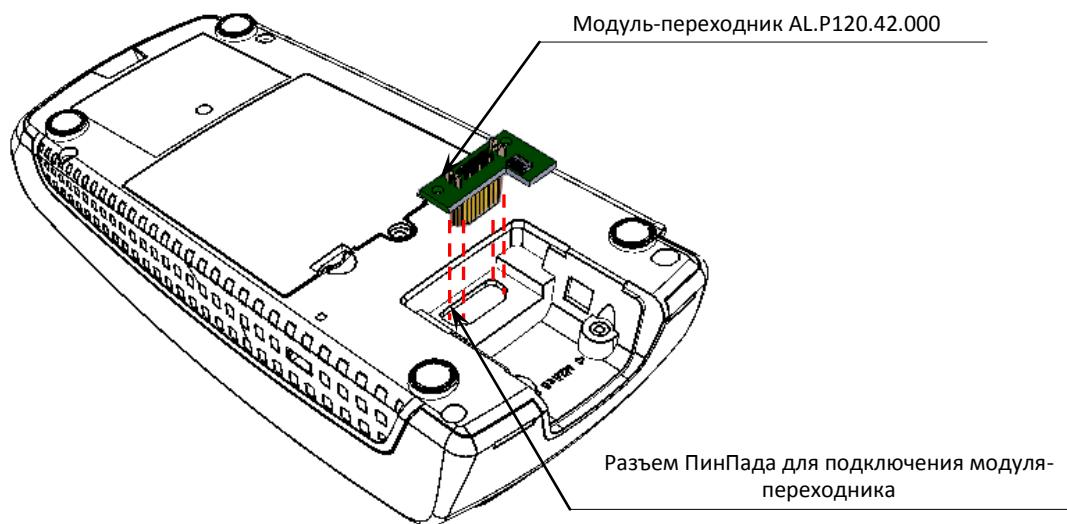

Рисунок 15. Отключение модуля-переходника AL.P120.42.000
1. Подключить к разъему ПинПада модуль-переходник AL.P120.42.000 – установить контакты разъема **ХР1** модуля-переходника в разъем ПинПада (смотрите рисунок 15).